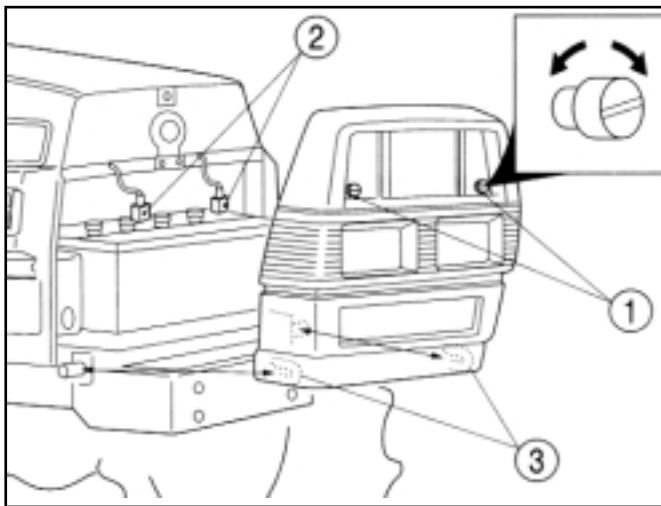

FIG. 95 / ABB. 95 / FIG. 95
Pour enlever la grille frontale, tournez les vis (1) dans la Fig. 95 d'un quart de tour dans le sens inverse de celui des aiguilles d'une montre. Inclinez le haut de la grille vers l'extérieur et déconnectez les câbles des feux (2). Soulevez la grille pour dégager les crochets inférieurs (3) et ôtez-la du tracteur.
Abnehmen der Fronthaube - die Knöpfe (2) in Abb. 95 um eine Vierteldrehung gegen den Uhrzeigersinn drehen. Die Oberkante der Fronthaube nach vorn kippen und die Steckverbinder (3) der Scheinwerfer lösen. Die Fronthaube anheben und unten aushängen, um sie abzunehmen.
Om de accu te verwijderen en de filter voor de stuurbekrachtiging schoon te maken verwijdert u de grille. Om de grille te verwijderen trekt u de hendel (1) in Fig.95 naar achteren. Kantel de top van de grille naar buiten en maak de connectoren voor de bedrading van de koplampen (2) los. Til de grille op, haal de pennen uit hun gaten en neem de grille van de tractor.